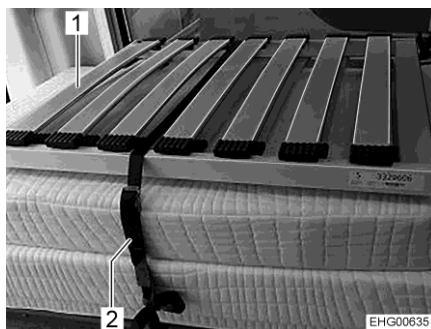

Fig. 31 Letto in coda (posizione di trasporto)
- Staccare la cintura di ritegno (Fig. 31,2).
- Posare le reti dei letti (Fig. 31,1) una dopo l'altra sopra il corridoio centrale (sulle barre dell'armadio in basso).
- Impilare i cuscini e le reti dei letti, come illustrato nella Fig. 31, sull'armadio in basso a sinistra.
- Fissare i cuscini e le reti dei letti con la cintura di ritegno (Fig. 31,2). A tale scopo, infilare la cintura di ritegno negli occhielli previsti e avvolgerla intorno ai cuscini e alle reti dei letti.